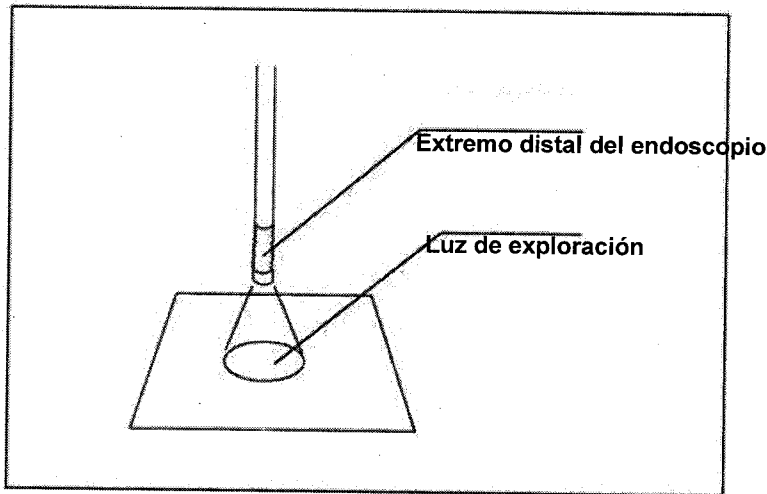

Fig 11
2. Confirmar que se emite luz del extremo distal del endoscopio. (Fig 11)